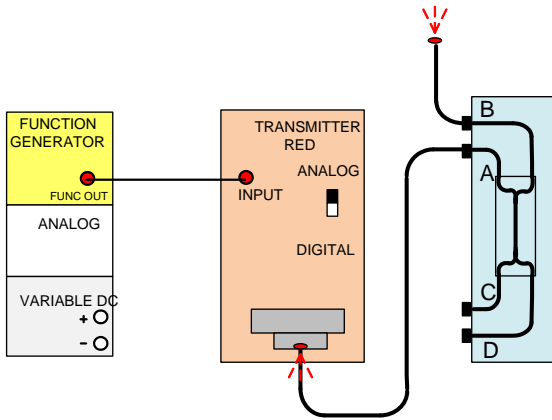

Рис.10. Схема соединения соединения передатчика с разветвителем (выход B)
34. Измените схему, как показано на рис. 10.